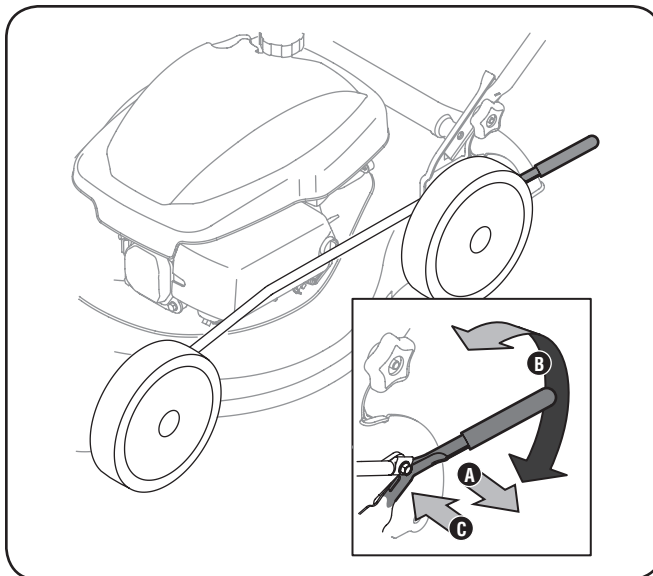

Figura 3-8
1. La palanca de ajuste de altura de corte se ubica por encima de la rueda izquierda trasera, Figura 3-8.